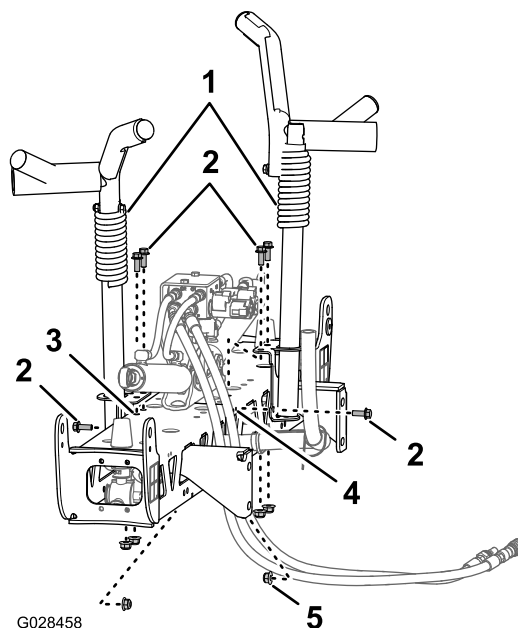
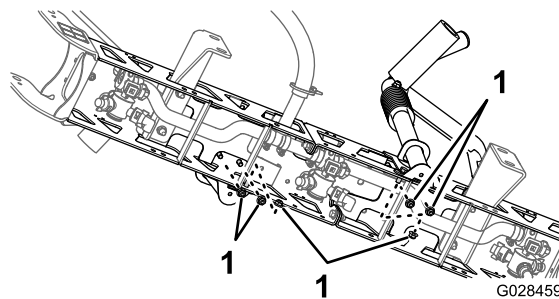

Рисунок 37
Рисунок 38
2. Выровняйте транспортировочные опоры стрелы по средней секции стрелы (Рисунок 37).
3. Подсоедините опоры к секции стрелы (Рисунок 37 и Рисунок 38) с помощью 6 болтов ($\frac{3}{8}$ x 1 дюйм) и 6 фланцевых контргаек ($\frac{3}{8}$ дюйма).